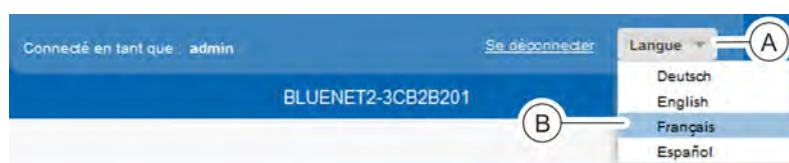

Fig. 88 : Modification de la langue
1. ➤ Appuyer sur le bouton « Langue » (Fig. 88 /A) dans la ligne de titre.
2. ➤ Sélectionner la langue souhaitée (p. ex. Fig. 88 /B).